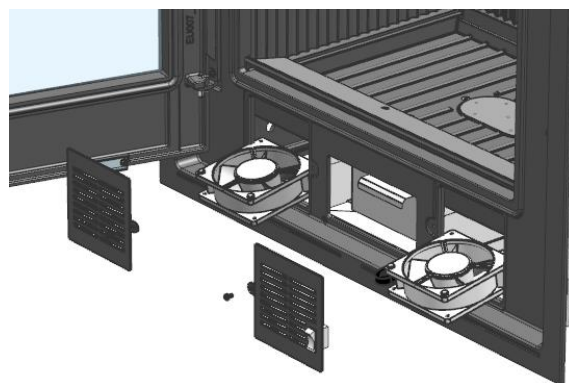

Fig.3
15. Retirá-los inclinados pela abertura da frente. (Fig. 3)